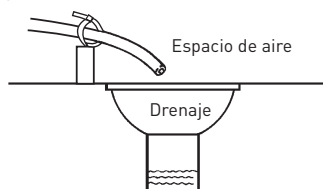

Figura 1
9. Vierta aproximadamente 1" (25 mm) de agua por encima de la placa rejilla. Si no se utiliza una rejilla, llene hasta la parte superior del respiradero (Figura 1) del tanque de sal. No agregue sal al tanque de salmuera en este momento.